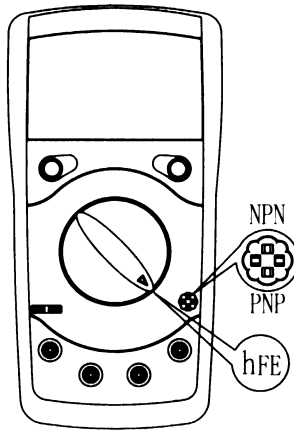

Рис.9
**Измерение транзисторов (рис.9)**